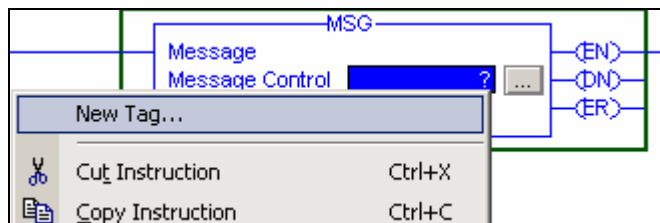

图 3-58 添加 MSG 指令
46. 控制器与 PowerFlex 40 变频器显性信息通讯实验。首先，新建梯级，并在该梯级上添加 MSG 指令。右键单击 Message Control (信息控制)，选择 New Tag (新建标签)，如图 3-58 所示。